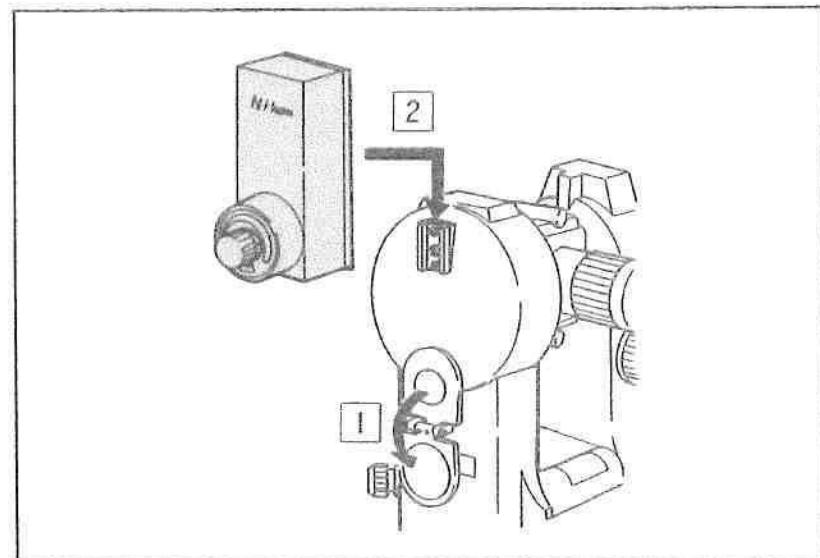

図31
- ①リフレクタを全開にして、取付け座のアリ溝に差し込みます。(図31)